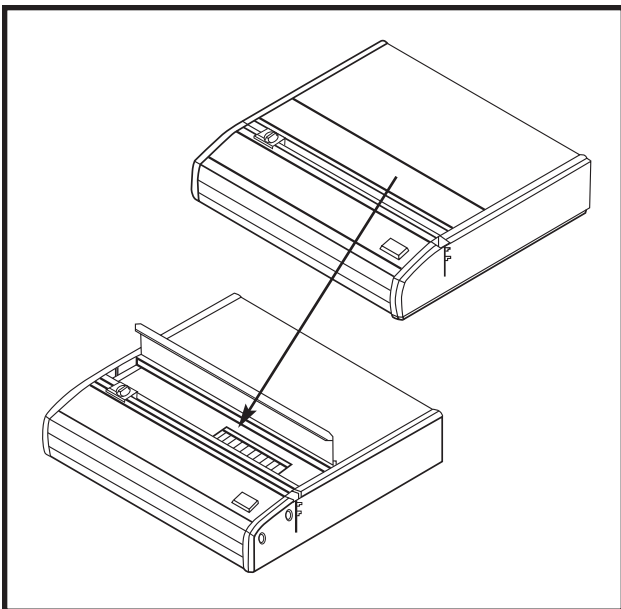
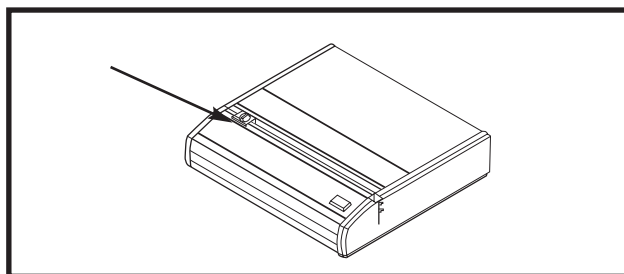
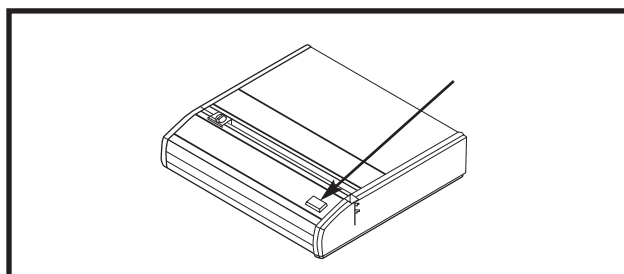

Figure 2
Figure 3
Figure 4
- Determine the number of holes required for your document. Deselect the pins that you do not want to punch by lifting the Selector Pin Lid (Figure 2) and pulling them up.
- Align sheets or covers and insert edge to be bound into punch throat. (See Figure 3)
- To punch, press the PUNCH * button (See Figure 4) or the FOOT PEDAL. The Model 2000 punches up to the following sheet capacity of 20-lb./80 gram paper at once. When punching other materials, lower the sheet counts. Punch only TWO clear covers at a time to prevent jams and excessive wear.
| <ul style="list-style-type: none"> • Die Anzahl der für das Dokument erforderlichen Löcher bestimmen. Dazu die Selektorstift-Abdeckung (Abbildung 2) anheben und die Stifte herausziehen, die nicht gelocht werden sollen. • Die Papierbogen oder Deckblätter ausrichten und die Kante, die gebunden werden soll, in die Locherhalteplatte einlegen (siehe Abbildung 3). • Die Blätter gegen die Kantenführung und die Unterseite der Locherhalteplatte bündig ausrichten. Die Blätter mit einer Hand festhalten. • Zum Lochen die PUNCH (Locher)* -Taste oder den Fußschalter drücken (siehe Abbildung 4). Das Modell 2000 locht gleichzeitig die folgende Blattkapazität bei Verwendung von 20-lb./80-Gramm-Papier. Wenn anderes Material gelocht wird, die Blattanzahl verringern. Nur ZWEI Klarsichthüllen gleichzeitig lochen, um Staus und übermäßige Abnutzung zu verhindern. | <ul style="list-style-type: none"> • Bepaal hoeveel gaten er nodig zijn voor uw document. Deactiveer de overbodige pennen door het selectorpennendeksel te openen (Afbeelding 2) en deze pennen omhoog te trekken. • Plaats de vellen of omslagen in lijn en steek de in te binden kant in de ponsopening. (Zie Afbeelding 3.) • Schuffel de vellen tot ze recht tegen de randgeleider en de onderkant van de ponsopening liggen. Houd de vellen met één hand op hun plaats. • Om te ponsen, drukt u op de PUNCH (pons)-knop * (zie Afbeelding 4) of op het voetpedaal. Model 2000 kan het onderstaande aantal vellen van 20-lb./80-grams papier in één keer ponsen. Wanneer u ander materiaal pons, dient u het aantal vellen te verminderen. Pons niet meer dan TWEE transparante omslagen per keer om verstopping en overmatige slijtage te voorkomen. | <ul style="list-style-type: none"> • Déterminer le nombre de perforations nécessaires pour le document. Soulever le couvercle des broches du sélecteur (Figure 2) et tirer broches jugées inutiles. • Placer les feuilles ou couvertures et insérer la tranche à relier dans la gorge d'alimentation. (Voir Figure 3) • Taquer les feuilles jusqu'à ce qu'elles soient alignées contre le guide margeur et le fond de la gorge. Maintenir les feuilles en place d'une main. • Appuyer sur le bouton PUNCH * (poinçonner) (voir Figure 4) ou la pédale. Consulter le tableau ci-dessous pour savoir combien de feuilles de papier de 80 g/m² le modèle 2000 peut poinçonner en une pression. Pour poinçonner d'autres types de papier, utiliser moins de feuilles. Ne poinçonner que DEUX couvertures de plastique transparent à la fois afin d'éviter les bourrages et l'usure excessive. | <ul style="list-style-type: none"> • Determine el número de orificios que necesita su documento. Según el número de perforaciones que necesite, levante la tapa de las clavijas de selección (Figura 2) y haga subir las clavijas que no desee utilizar. • Alinee las hojas o tapas, e introduzca en el alcance de la perforadora el borde que va a encuadernar. (Véase la Figura 3.) • Acomode las hojas hasta que queden a ras de la guía del borde y de la parte inferior del alcance de la perforadora. Sujete las hojas con una mano en su posición correcta. • Para perforar, presione el botón PUNCH (perforar)* (véase la Figura 4) o el PEDAL. La perforadora modelo 2000 puede perforar a la vez el número de hojas de 20 lb (80 gramos) que se indica en el cuadro. Al perforar otros materiales, reduzca el número de hojas. Perfore solamente DOS tapas transparentes a un tiempo para prevenir atascamientos y desgaste excesivo. |